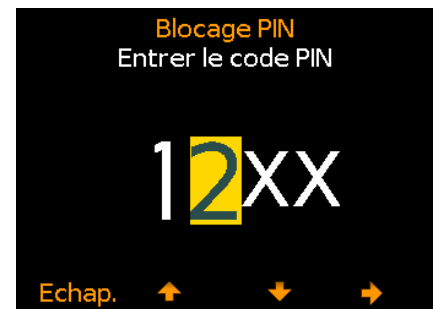

Figure 25
- 2 Entrez un code à 4 chiffres; sélectionnez les chiffres de 0 à 9 à l'aide des touches $\uparrow\downarrow$ et utilisez la touche \rightarrow pour passer au chiffre suivant^d (Figure 25).